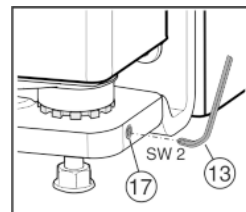

Fig. 17
- ▶ Gevindstiften Fig. 17 (17) drejes et stykke ud (højst en omdrejning).
- ▶ Spænd atter gevindstiften Fig. 17 (17) for at holde lejebolten i position.